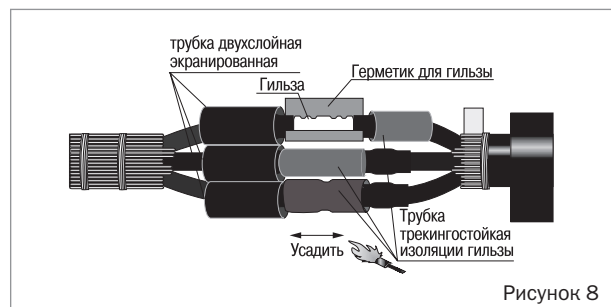

Рисунок 8
- Надвинуть на каждую гильзу трубку трекингостойкую (красного цвета) изоляции гильзы. Установить её по центру гильзы и усадить, начиная с середины и далее в направлении торцов. После усадки трубки по торцам должен быть виден выступивший расплавленный клей (рисунок 8).